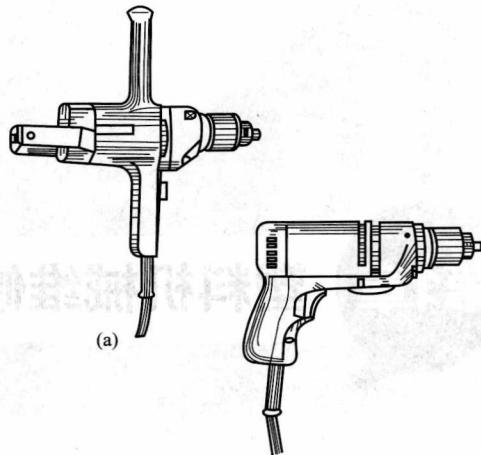

图 1-2 手持式电钻
(2) 手持式电钻(图1-2) 手持式电钻是一种手持式电动工具，在装配大型工件时，由于受工件形状或加工部位限制，不能用钻床钻孔时可用手持式电钻加工。手持式电钻的电源电压分单相(220V、36V)和三相(380V)两种。采用单相电压的电钻，用于钻 $\phi 6\text{mm}$ 、 $\phi 10\text{mm}$ 、 $\phi 13\text{mm}$ 、 $\phi 19\text{mm}$ 、 $\phi 23\text{mm}$ 直径孔。采用三相电压的电钻，钻 $\phi 13\text{mm}$ 、 $\phi 19\text{mm}$ 、 $\phi 23\text{mm}$ 直径孔。手持式电钻使用时应注意下列两点。